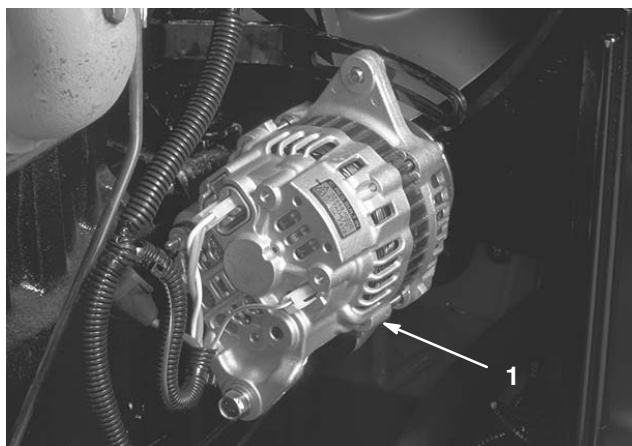

Figure 45
4. Toutes les 100 heures de fonctionnement, contrôlez l'état et la tension de la courroie d'alternateur (Fig. 45). Remplacez la courroie si son état l'exige. Contrôlez et réglez la tension comme suit :
C. Desserrez les 3 boulons de fixation de l'alternateur à la plaque et au support de montage (Fig. 45). Tournez l'alternateur dans le sens opposé au moteur pour augmenter la tension et serrez les boulons. Contrôlez la tension de la courroie après le réglage, et corrigez-la à nouveau au besoin.